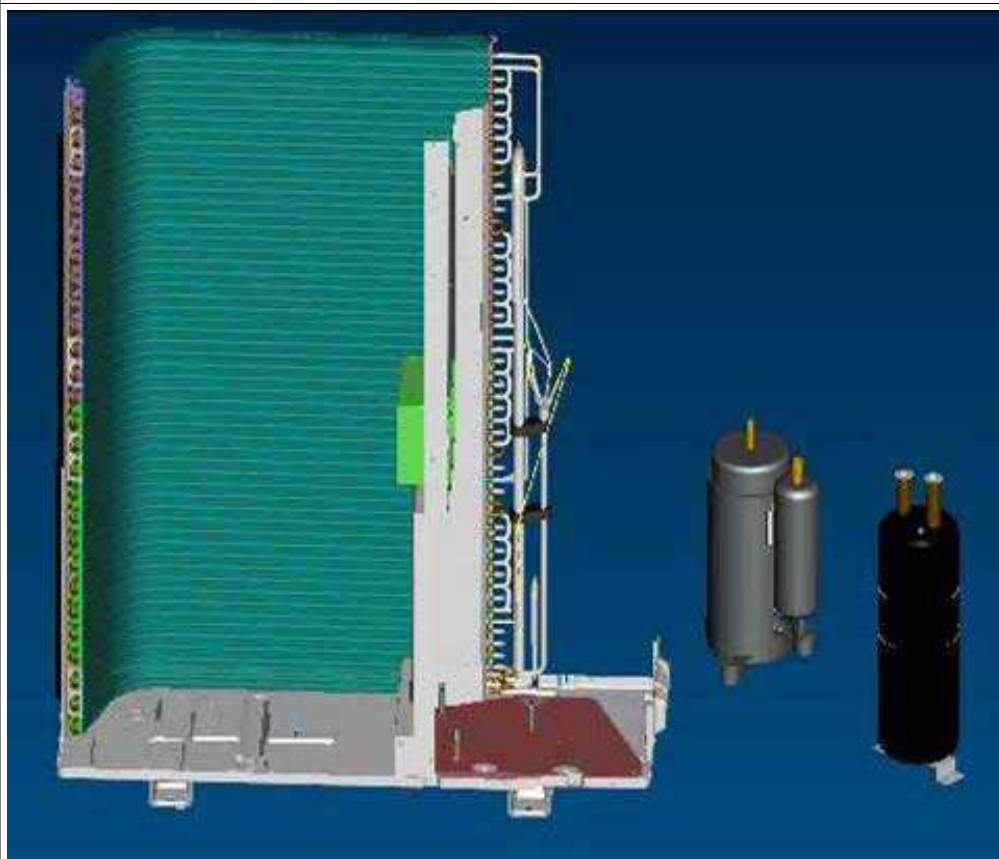

Рис.12
- ②. Снимите жидкостной клапан
- Отпаяйте трубки подсоединенные к жидкостному клапану (см. рис. 12)